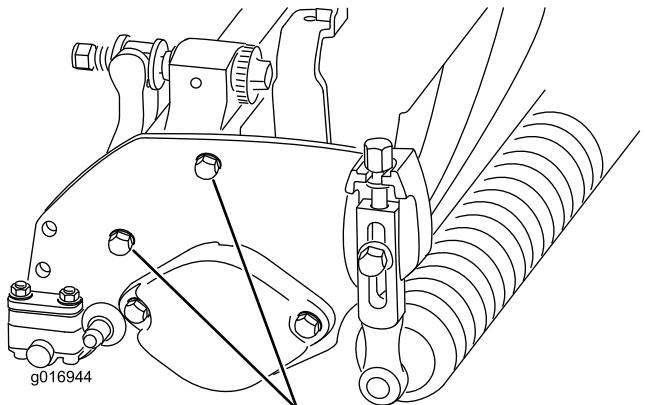

図 8
**注** リールと後ローラとの平行関係は、カッティングユニット全体の組み立て精度により保証されていますから、調整は不要です。ごくわずかな狂いを戻す調整は可能です。まず、定盤の上でサイドプレート組み付けボルトをゆるめます(図 8)。終了後にボルトを調整して締め付けてください。